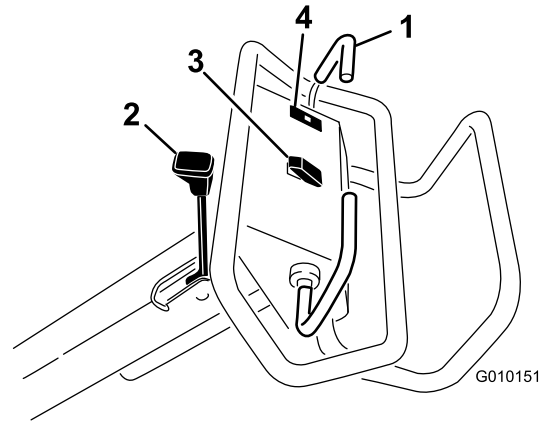

Рисунок 11
Для движения вперед передвиньте штангу управления тягой вперед. Для движения назад передвиньте штангу управления тягой назад (Рисунок 11).
- Для включения стояночного тормоза потяните его рычаг в сторону рукоятки оператора (Рисунок 11).
Сигнальная лампа давления масла (Рисунок 11) загорается, если давление масла в двигателе падает ниже безопасного уровня. При падении давления масла выключите двигатель и определите причину. Устраните повреждение, прежде чем снова запускать двигатель.
**Подъем** — для подъема и отключения вала аэратора нажмите на верхнюю часть переключателя (Рисунок 11). Двигатель должен работать для создания давления подъема. Если вал аэратора находится ниже транспортной высоты, см. раздел Сброс параметров цепи системы управления (страница 28).
**Опускание/включение** — для опускания и включения вала аэратора нажмите на нижнюю часть переключателя (Рисунок 11). Для активации переключателя штанга управления тягой должна находиться в переднем положении.